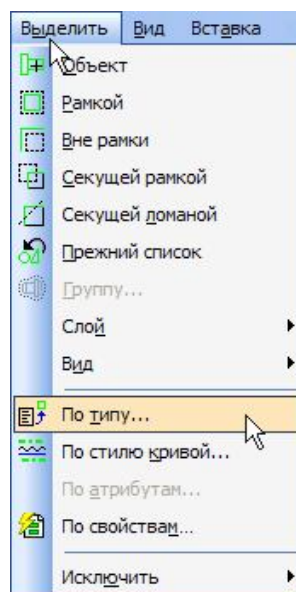

Рис. 2.5. Меню выделения объектов
- Выполните команду «Выделить» → «По типу» (рис. 2.5).
- Выполните команду «Выделить» → «По типу» (см. рис. 2.5).